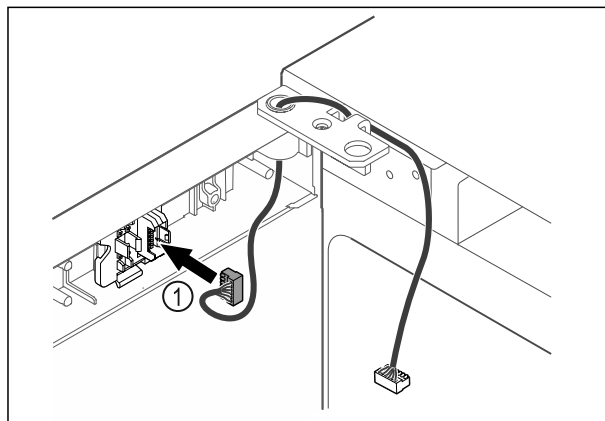

Fig. 47
- ▶ Futni spinën Fig. 47 (1) në mbajtësen e spinës.